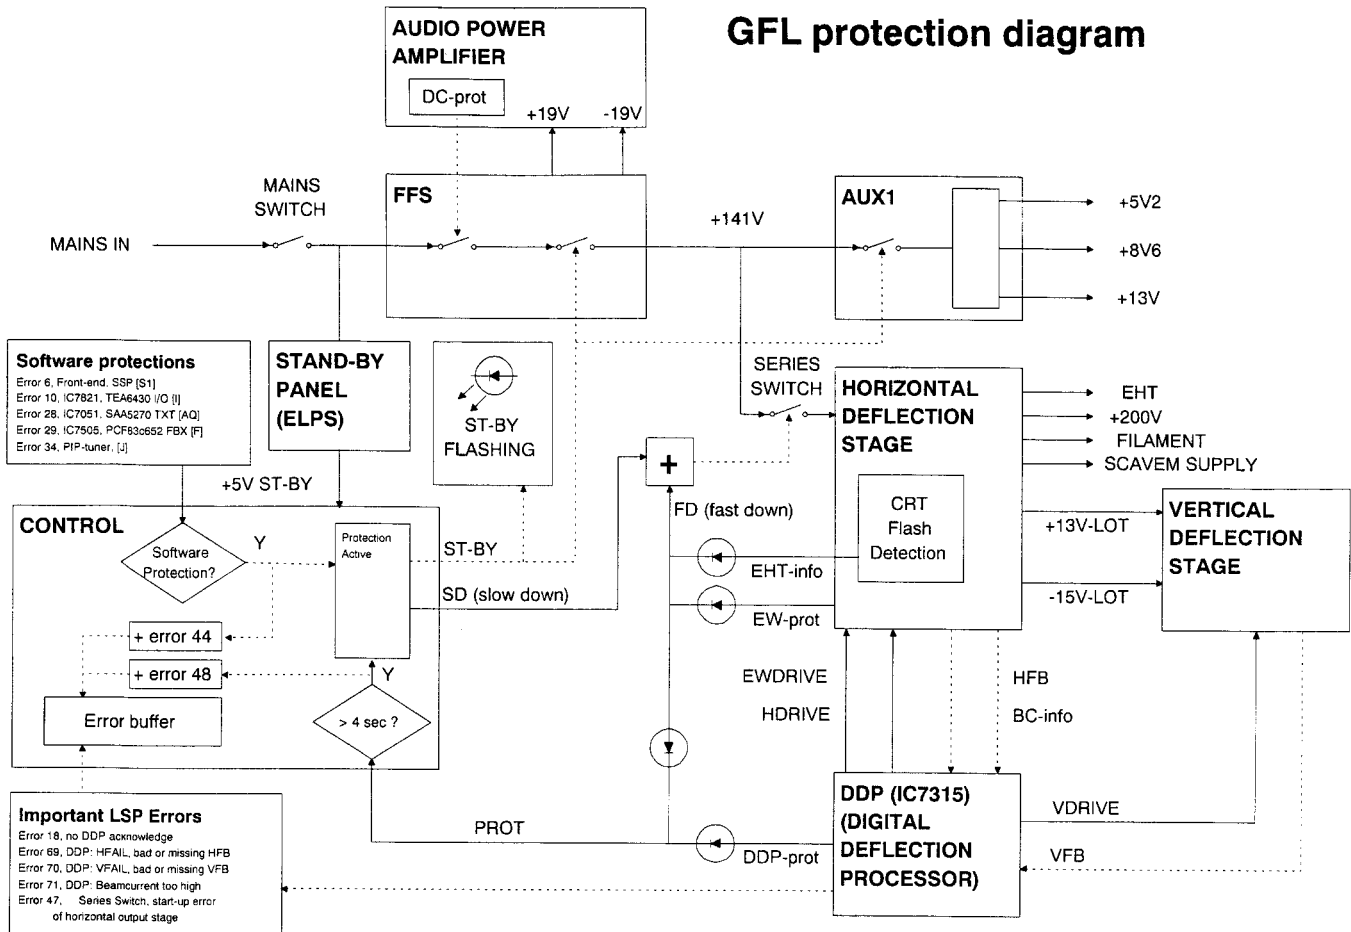

Abb. 8.4
8.14 Schutzvorrichtungen (Abb. 8.4)